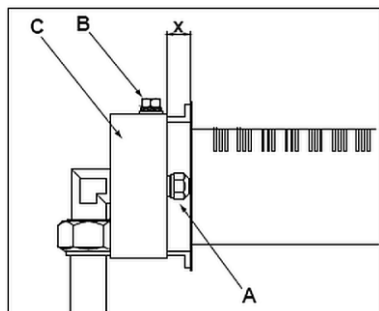

Fig. 4
3. Dévissez la buse du brûleur principal (A, fig. 4).
1. Dévissez la vis de fixation (B, fig. 4) de la douille de réglage de l'air primaire (C).
2. Positionnez la douille de réglage (C) à la distance « X », en fonction du type de gaz (voir section « Caractéristiques techniques » / tableau 2, sous « Réglage de l'air primaire »).
3. Revissez la vis de fixation (B).